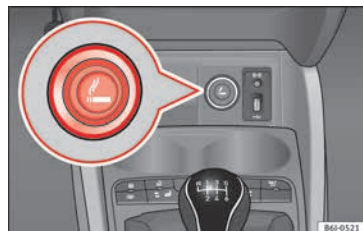

Abb. 153 Zigarettenanzünder.
- Zur Betätigung Zigarettenanzünder **» Abb. 153** hineindrücken **» ⚠**.